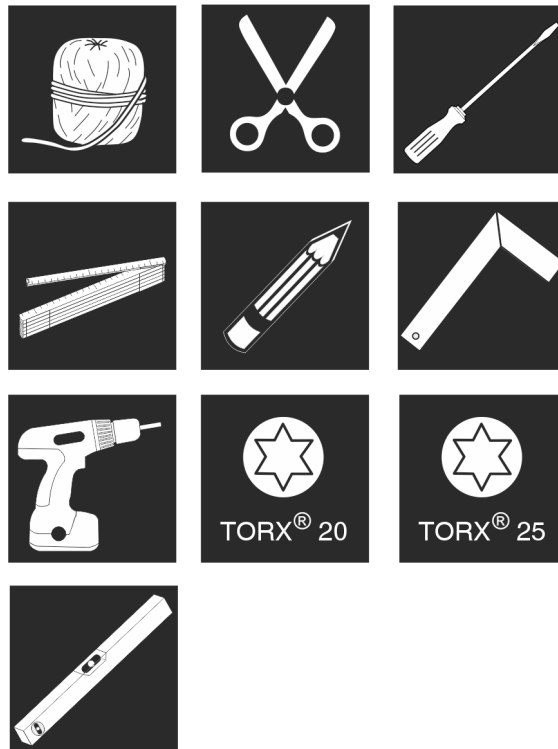

Fig. 9
1. Подготовка инструмента. Fig. 9 ()